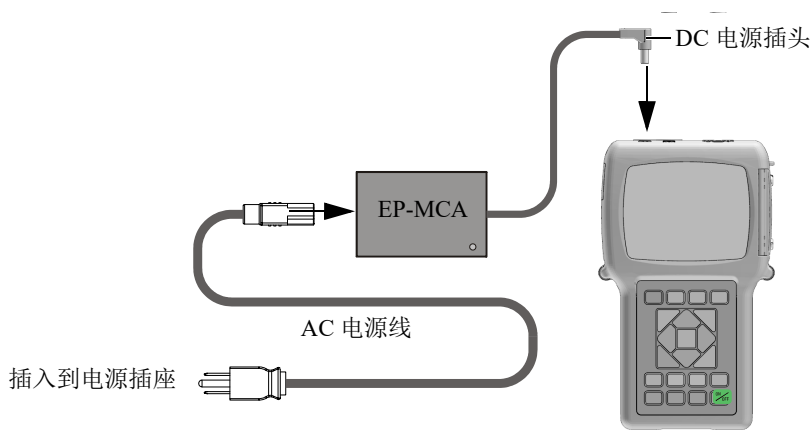

图 2-2 连接充电器 / 适配器
1. 将 AC 电源线的一端连接到充电器 / 适配器（工件编号：EP-MCA [U8767042]），另一端连接到适当的电源插座（参见第 36 页的图 2-2）。